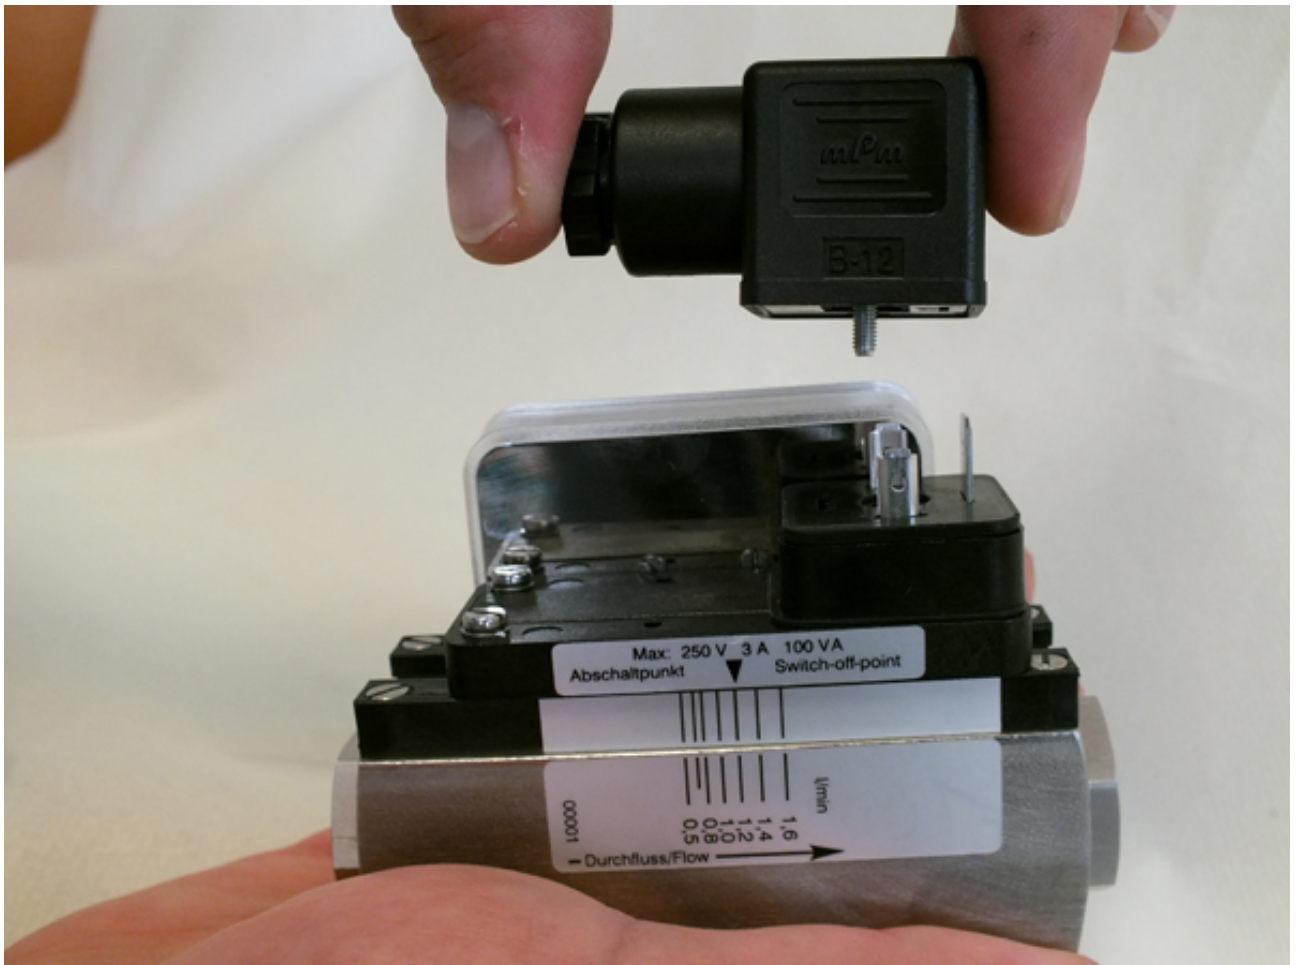

Abb. 27: Steckerdose abziehen
2. ➤ Steckerdose (Abb. 27/1) abziehen